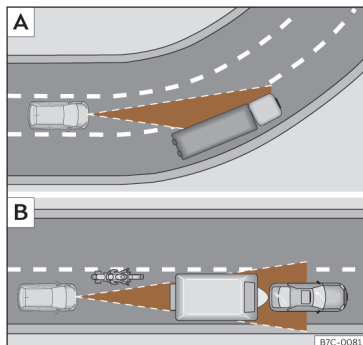

Fig. 128 **A** Veículo numa curva. **B** Motociclista que circula à frente, fora do raio de alcance do sensor de radar.
O ACC poderia não detetar em curva o veículo precedente ou poderia regular a distância com veículos que se encontram noutras faixas >>> **Fig. 128 A.**
- Veículos que circulem desalinhados ou fora da zona de deteção do sensor, por exemplo, motociclos >>> **Fig. 128 B.**